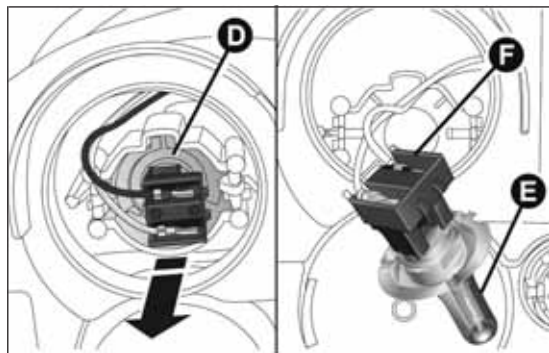

fig. 176
- ☐ quitar el grupo conector + portalámparas D fig. 176 extrayéndolo hacia el exterior;